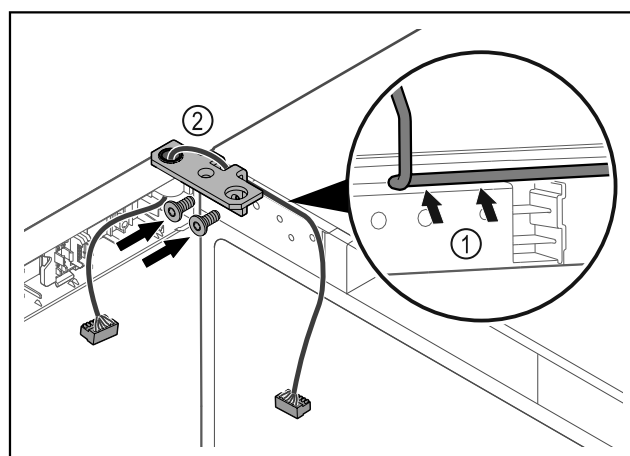

Fig. 63
- Pasar el cable por la escotadura de la escuadra de bisagra y tenderlo con cuidado Fig. 63 (1).
- Atornillar la escuadra de bisagra Fig. 63 (2).